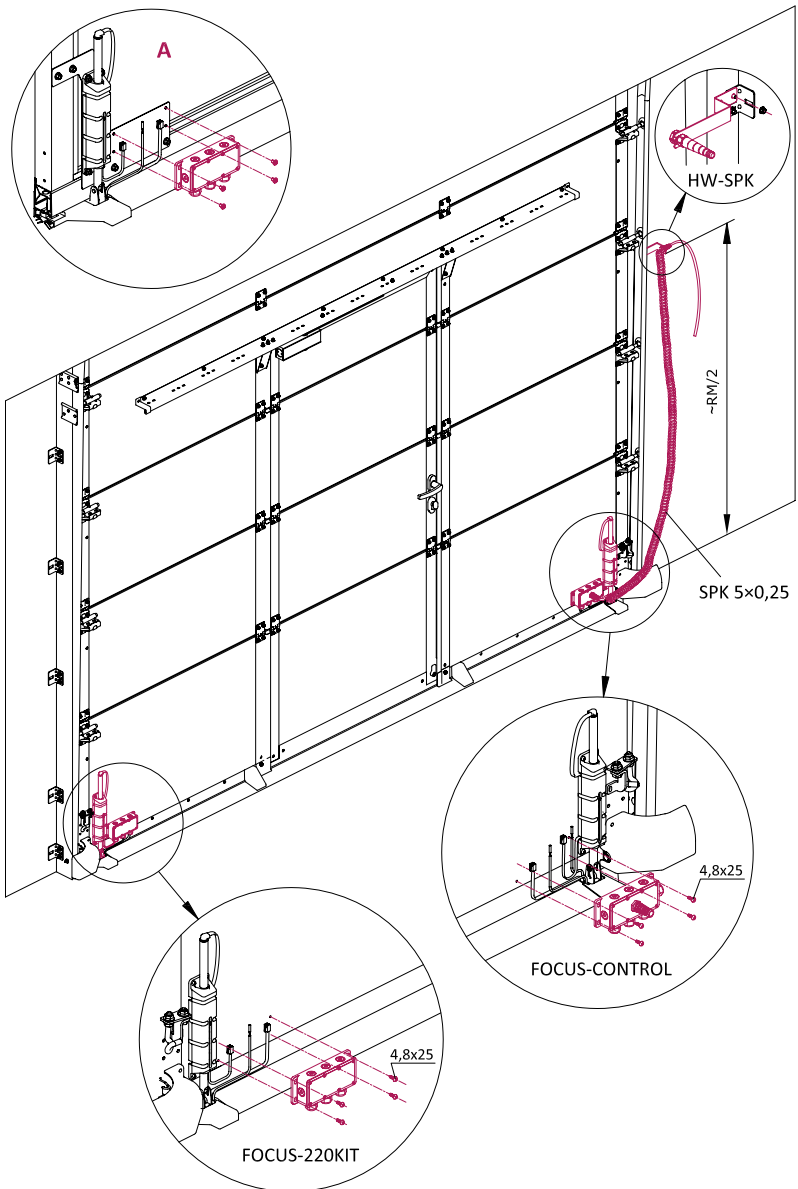

Fig. 2 — Installation des kits **FOCUS-210** et **FOCUS-220KIT**
- Installez les boîtes des kits **FOCUS-210 (FOCUS-CONTROL)** et **FOCUS-220KIT** (fig. 2) sur le tablier des portes en panneaux sandwich à l'aide de vis 4,8×25 (8 pièces sont fournies avec les portes). Pour déterminer l'emplacement des boîtes sur le tablier des portes, deux trous sont réalisés en usine.
Si la section inférieure du tablier est panoramique, les boîtes sont installées sur les plaques d'acier préinstallées (fig. 2, vue A) à l'aide de vis M5×8 (8 pièces sont fournies avec les portes).
- Installez le support **HW-SPK** (fig. 2) à l'extérieur du profil d'angle du système de guidage des portes, pas plus bas que le milieu de l'ouverture des portes (environ  $RM/2$ ).
- Faites passer l'extrémité courte du câble spiralé **SPK** 5×0,25 (fig. 2) à travers l'entrée de câble spéciale de la boîte **FOCUS-CONTROL**, puis l'extrémité longue à travers l'entrée de câble du support **HW-SPK**.